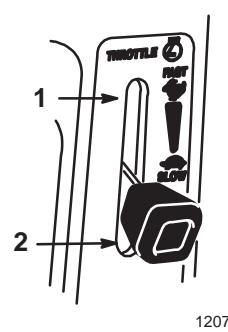

Figure 5
5. Mettre la manette des gaz en position "RAPIDE" (Fig. 5).
7. Lorsque le moteur a démarré, ramener la manette de starter en position dégagée ("OFF", Fig. 5) et amener doucement la manette des gaz dans la position souhaitée. Si le moteur hésite ou cale, ramener la manette de starter en position engagée ("ON") durant quelques secondes. Mettre ensuite la manette des gaz en position rapide ("FAST"). Répéter si nécessaire.
1. Mettre la manette des gaz en position "LENT" (Fig. 5).